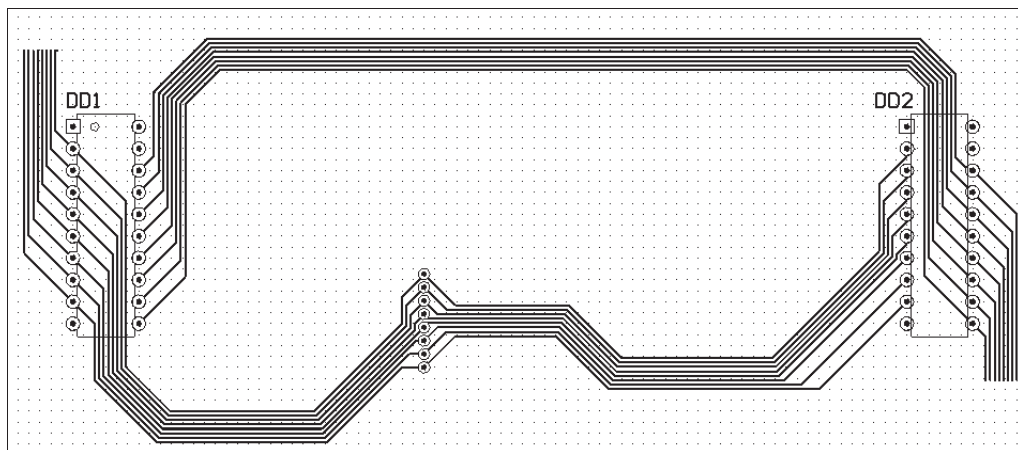

Рис. 6.19. Пример разводки групповых трасс
Одним из приемов интерактивной трассировки является разводка функционально однородных цепей типа шин адреса и данных ПЭВМ и микроконтроллеров, устройств памяти и т. п. Разводка таких множественных трасс состоит из двух фаз: формирования веера при уходе трассы от контактов компонента и дальнейшей разводки групповой трассы (рис. 6.19). Для выполнения разводки групповых трасс следует:
- в первом случае контакт окружается кольцом «прицела», и прокладка трассы начинается непосредственно от контактов компонента. Печатные проводники групповой трассы собираются веером с изломами под углом 45°. Форма веера меняется в зависимости от направления перемещения курсора: параллельно линии размещения контактов или перпендикулярно этой линии (рис. 6.19);